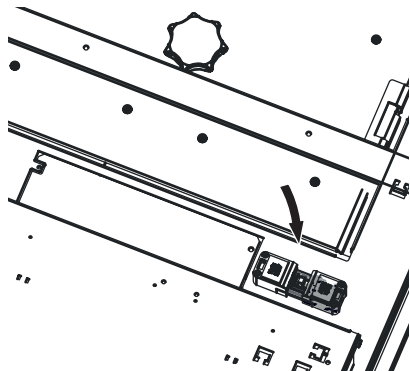

Fig. 148 Staccare la spina di rete dell'apparecchio
La spina di rete si trova in alto sul retro, in corrispondenza del coperchio delle superfici riscaldanti – Fig. 148. Tutti i collegamenti elettrici si trovano sul risp. nel quadro di comando. Nel quadro di comando si trovano la scheda base e all'esterno del coperchio del quadro di comando si trovano i morsetti di collegamento (morsetti senza viti con molla a gabbia).
- Staccare la spina di rete dell'apparecchio – Fig.148.